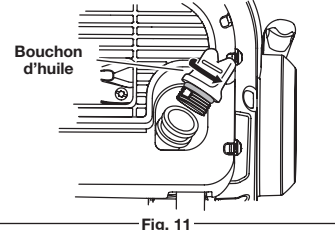

Fig. 11
2. Placez l'appareil sur une surface plane et retirez le bouchon d'huile (Fig. 11).